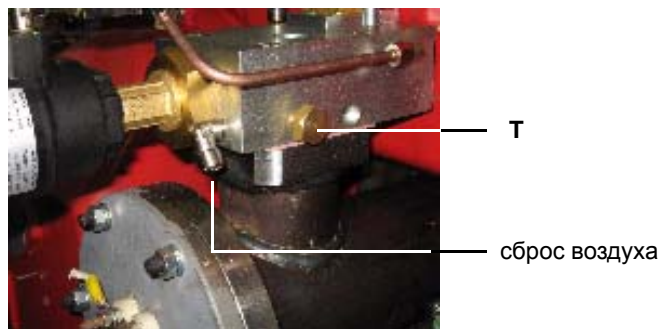

Рис. 37
- 3 выпустить воздух через заглушку (Т) (Рис. 37), медленно откручивая указанную заглушку Т, но не снимая ее; по завершении - вновь ее закрутить